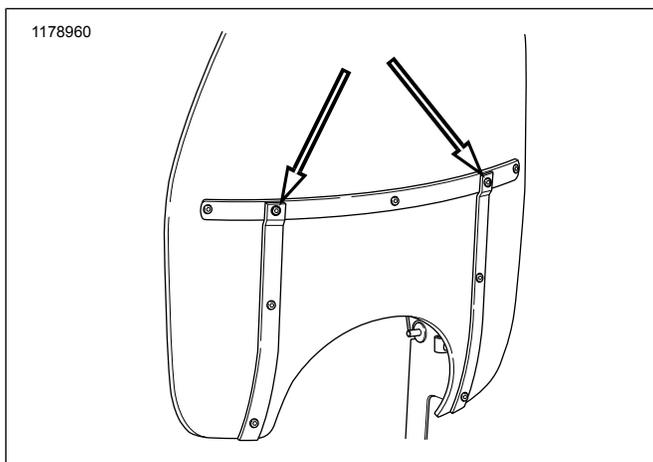

Figura 1. Tornillos centrales
2. Vea la Figura 1. Localice los tornillos del soporte central en el parabrisas.